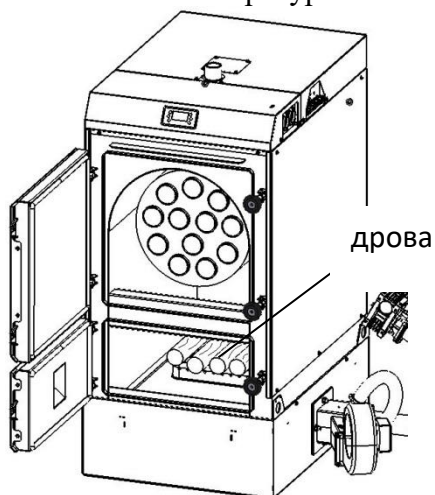
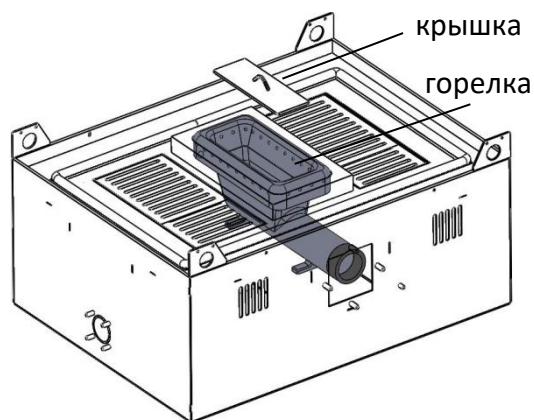

Рис. 29
Рис. 30
3.2.4 Закрыть горелку крышкой (рис. 30.). И положить дрова в топку котла (см рис. 29)